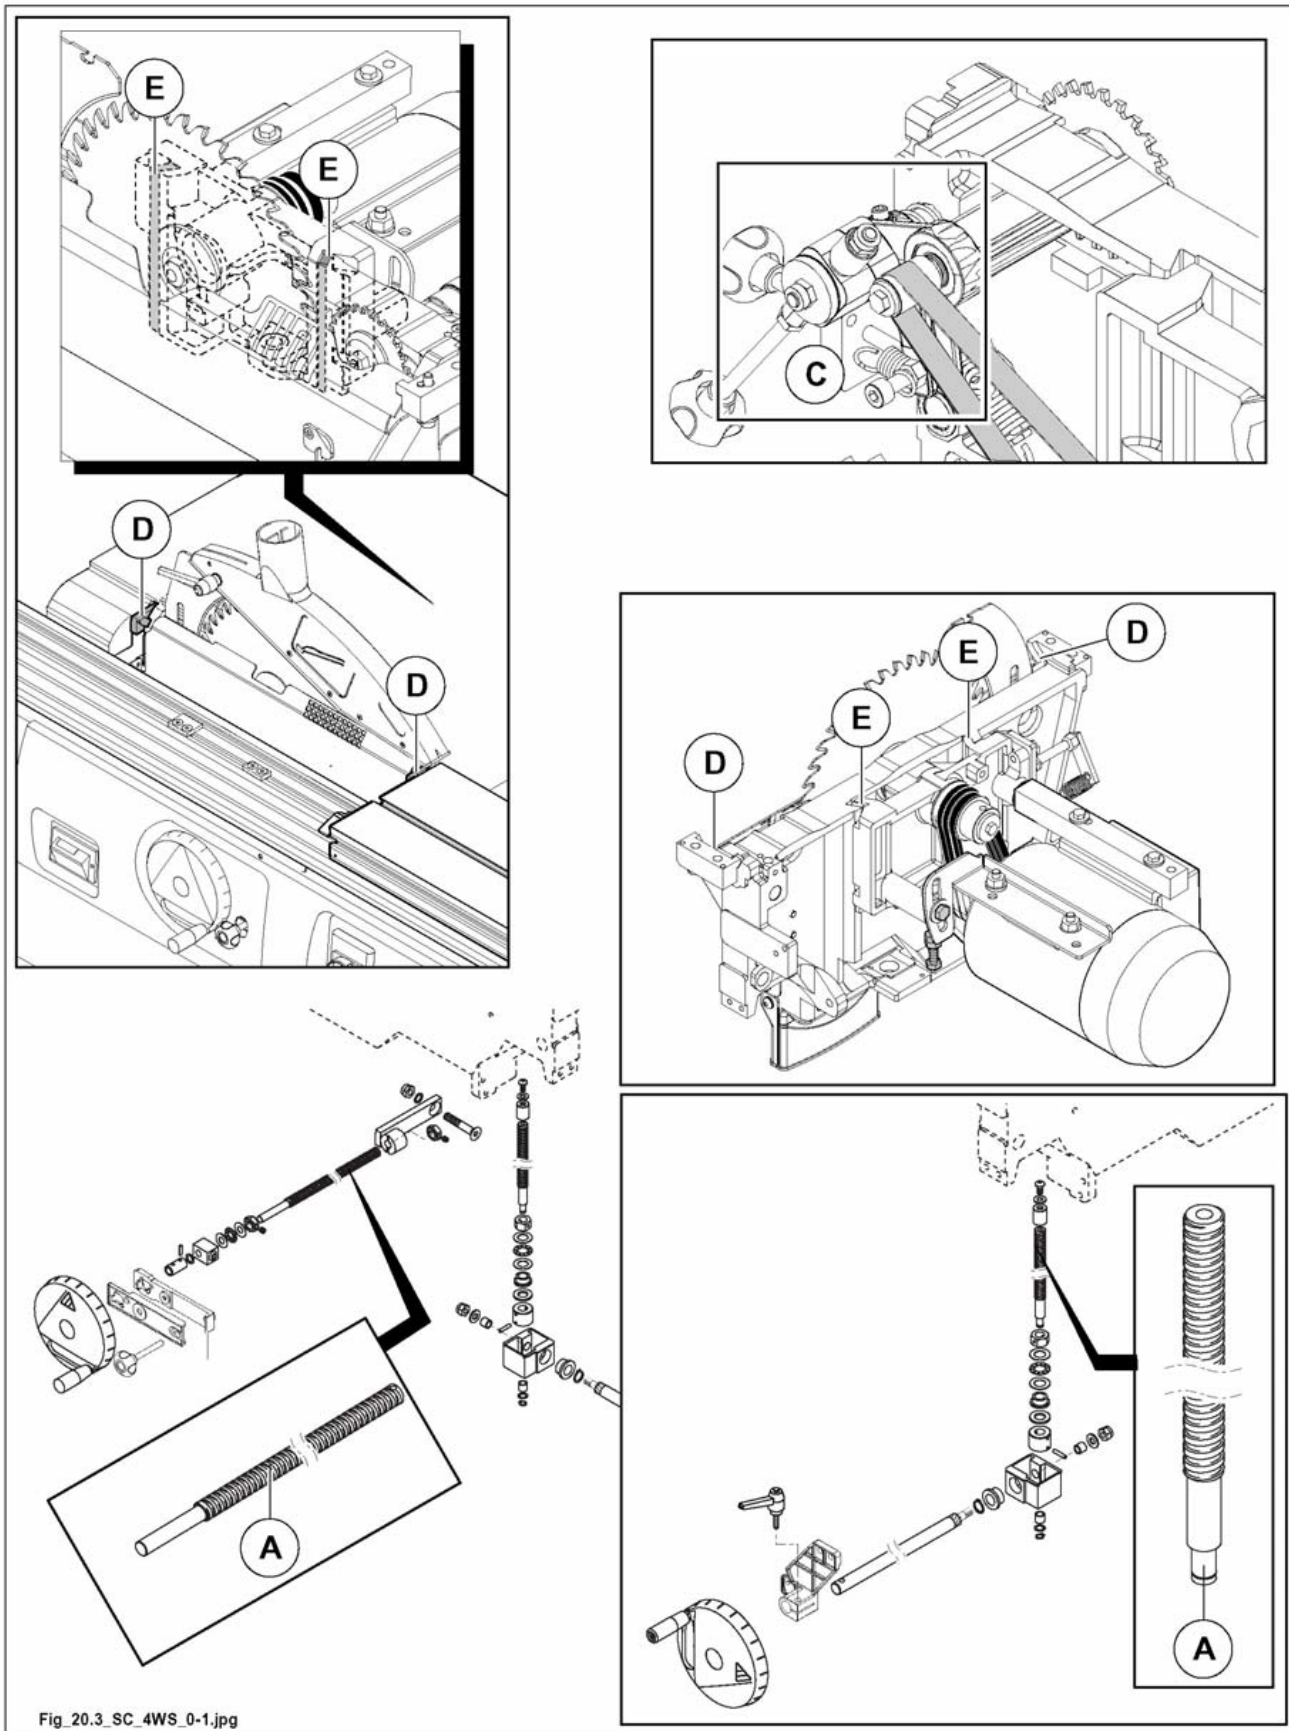

Abb. 20.3
- 1) Schnecken (A Abb.20.3) zur Höhen- und Schrägverstellung des Sägeblattes.
- 2) Die rechte und linke Führung (D Abb.20.3) zur Schrägverstellung des Sägeblattes.
- 3) Führung (E Abb.20.3) zur Höhenverstellung des Sägeblattes.
- 4) Die Verstelleinrichtung des Ritzsägeaggregates (C Abb.20.3).